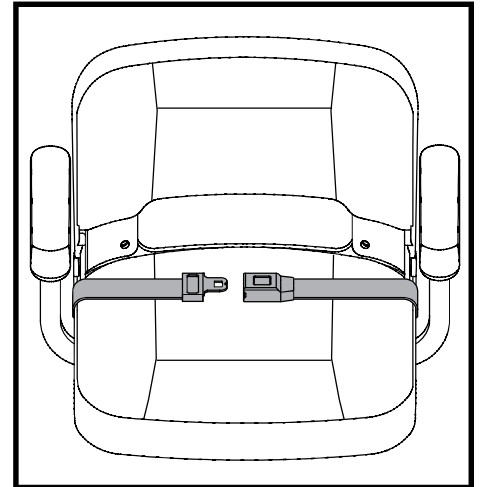

Abb. 33. Rückhalteturte
Ihr Elektromobil ist mit einem KFZ-typischen Rückhaltetur aus gestattet, der dem Benutzer angepaßt werden kann. **Siehe Abb. 33.** Der Rückhaltetur wurde konzipiert, um ein Auf- oder Abwärtsrutschen des Fahrers zu verhindern. Der Rückhaltetur ist nicht als Rückhaltesystem entwickelt worden.
1. Schloßzunge in das Schloßteil stecken, bis der Schnellverschluß hörbar einrastet. **Siehe Abb. 33.**